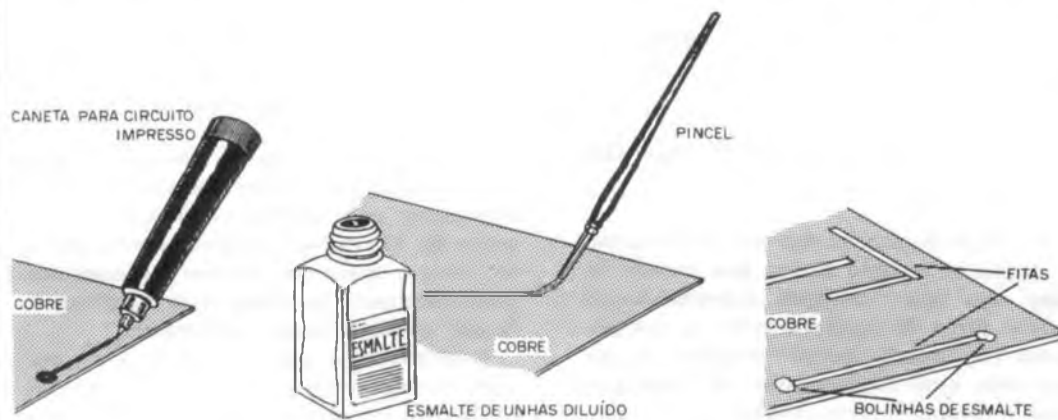

figura 13
c) Uso de fita crepe, fita isolante ou fita adesiva. (figura 13)